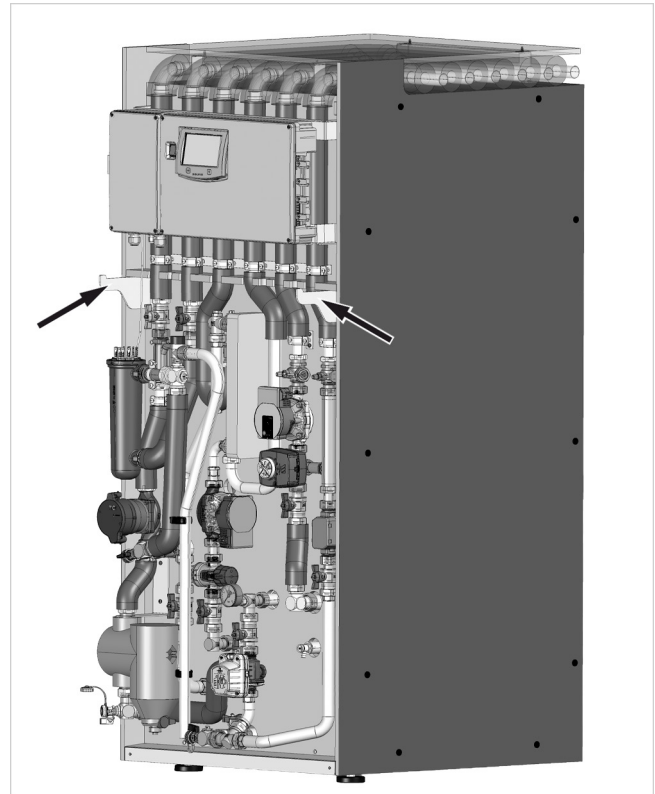

Abb. 38: Front auf Halter aufsetzen
2. Die Front auf die Halter (siehe → Abb. 38 aufsetzen und ausrichten. Dabei sicherstellen, dass keine Kabel zwischen Front, deren Halterung sowie den Rahmen der Front gelangen.